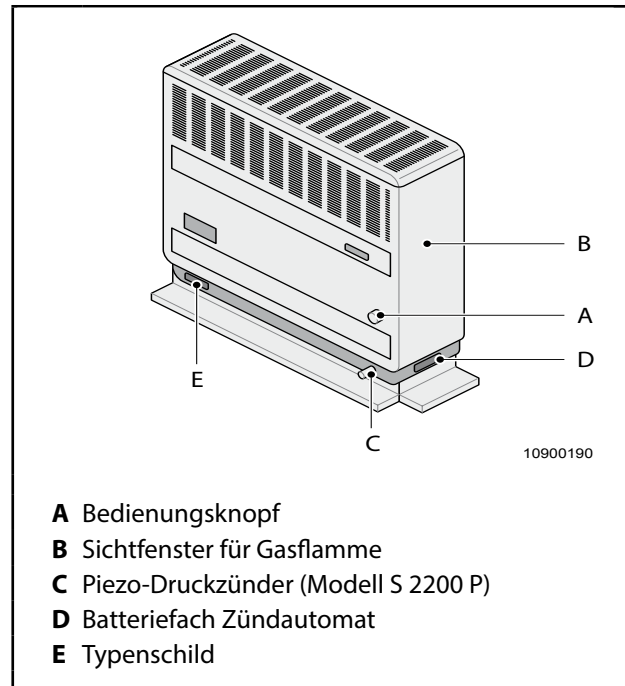
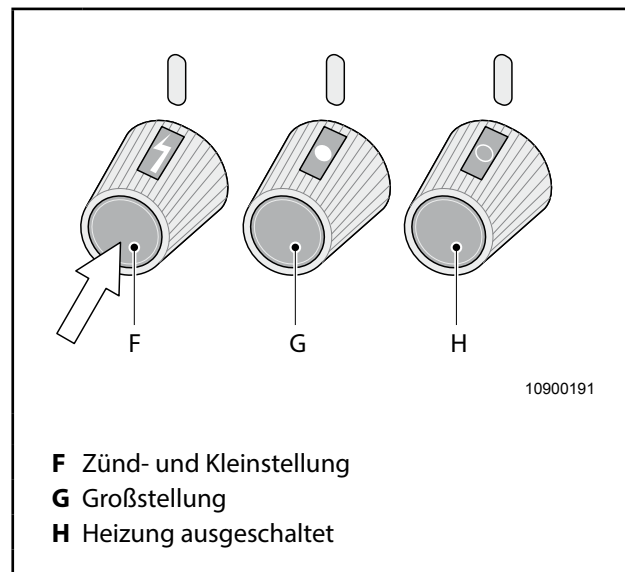

Abb. 30 Gasheizung -S 2002 (P) (Elektrozündung)
Abb. 31 Bedienungsknopf Gasheizung -S 2200
3. Bedienungsknopf (Abb. 30, Pos. A) auf Funken-Symbol (Abb. 31, Pos. F) stellen und eindrücken.
4. Nach erfolgter Zündung den Bedienungsknopf (Abb. 30, Pos. A) bis zu 10 Sekunden gedrückt halten, bis die Züandsicherung anspricht.
- ☞ Wenn keine Flamme zustande kommt, arbeitet der Züandautomat weiter, bis am Bedienungsknopf (Abb. 30, Pos. A) ausgeschaltet wird (Abb. 31, Pos. H).
5. Heizung ca. 1 Minute in Zündstellung brennen lassen, dann auf „Groß“ (Abb. 31, Pos. G) stellen.
Die Heizleistung ist am Bedienungsknopf (Abb. 30, Pos. A) stufenlos zwischen Kleinstellung (Abb. 31, Pos. F) und Großstellung (Abb. 31, Pos. G) einstellbar.
3. Bedienungsknopf (Abb. 30, Pos. A) auf Funken-Symbol (Abb. 31, Pos. F) stellen und eindrücken. Gleichzeitig Druckzünder (Abb. 30, Pos. C) solange rasch hintereinander betätigen, bis die Flamme brennt.
4. Nach erfolgter Zündung den Bedienungsknopf (Abb. 30, Pos. A) bis zu 10 Sekunden gedrückt halten, bis Zündsicherung anspricht.
☞ Wenn keine Flamme zustande kommt, arbeitet der Zündautomat weiter, bis am Bedienungsknopf (Abb. 30, Pos. A) ausgeschaltet wird (Abb. 31, Pos. H).
- ◆ Bedienungsknopf (Abb. 30, Pos. A) auf „0“ stellen (Zündautomat wird damit gleichzeitig abgeschaltet).